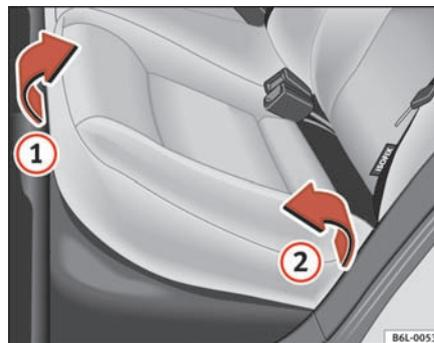
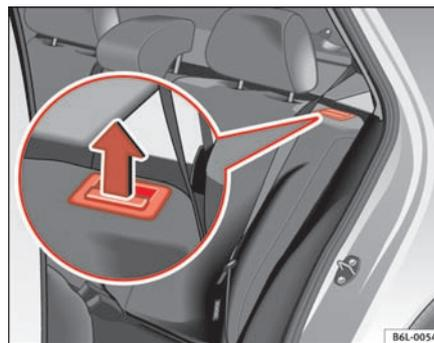

Fig. 76 Levantar el cojín del asiento trasero
Fig. 77 Tecla de desbloqueo del respaldo trasero ►
- Tire del borde delantero del cojín del asiento ⇒ **página 116, fig. 76** ① hacia arriba en la dirección de la flecha.
- Levante el cojín ② hacia delante en la dirección de la flecha.
- Tire de la tecla de desbloqueo ⇒ **página 116, fig. 77** en la dirección de la flecha y abata el respaldo hacia delante.